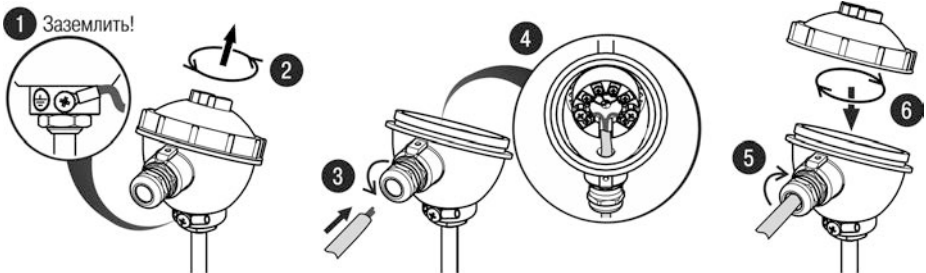

Рисунок 7.3 – Монтаж внешних электрических цепей
- б) выполнить монтаж внешних связей (см. рисунок 7.3):